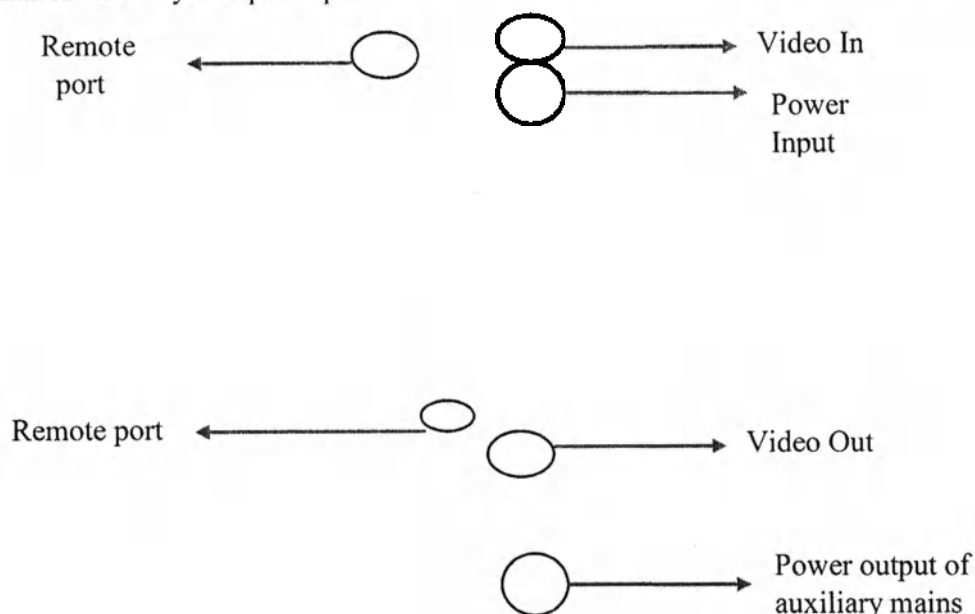

Рисунок 3-3
- 1) Требуется три кабеля: кабель дистанционного управления, кабель видео с электропитания. См. рисунок 3-3.
- 2) Соедините кабель дистанционного управления с портом дистанционного управления задней панели ультразвуковой системы. См. рисунок 3-3.
- 3) Соедините кабель видео сигнала с телевизионным портом ультразвуковой системы. См. рисунок 3-3.
- 4) Соедините кабель электропитания на задней панели ультразвуковой системы. См. рисунок 3-3.